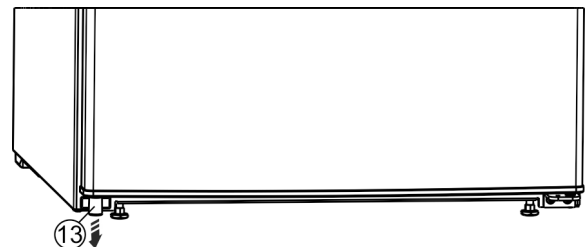

Fig. 4
- ▶ Estrarre il distanziatore Fig. 4 (13) dalla porta, in basso a sinistra.